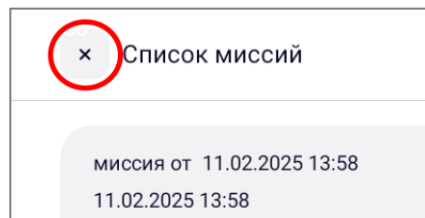

Рисунок 51
- вернуться к главному окну ПО по нажатию кнопки × (рисунок 51);